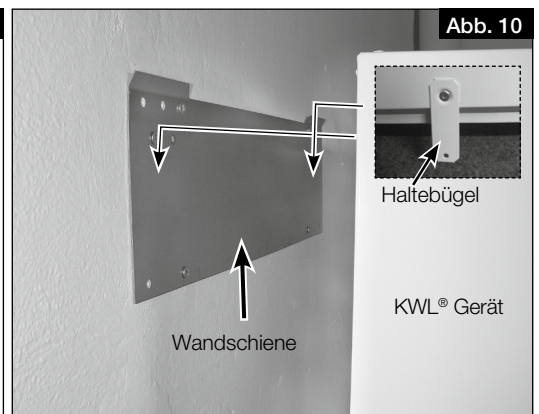

Abb. 10
3. Gerät an den Haltelaschen in die Wandschiene einhängen und mittels unteren Haltebügel zusätzlich an der Wand fixieren (s. Abb. 10).